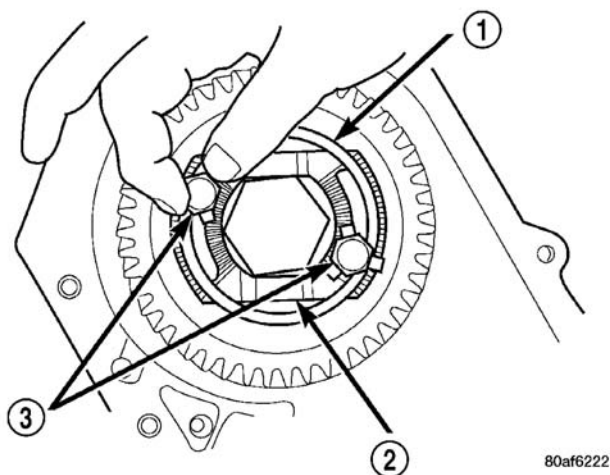

图 109 安装固定带螺栓
(19) 安装固定带。
(20) 安装带螺栓, 但此时不要紧固(图 109)。